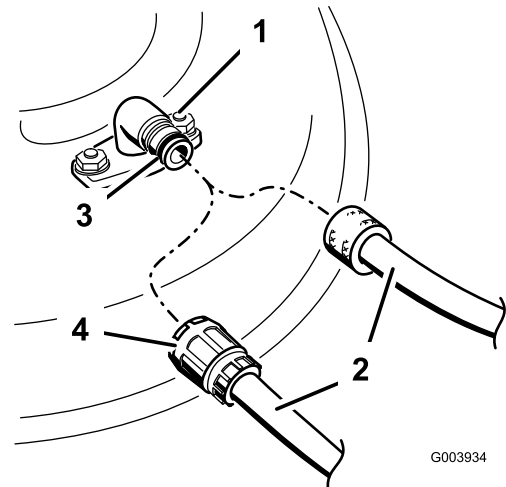

Figura 60
- Conecte el acoplamiento de la manguera al extremo del conector de lavado del cortacésped, y abra el grifo al máximo (Figura 60).